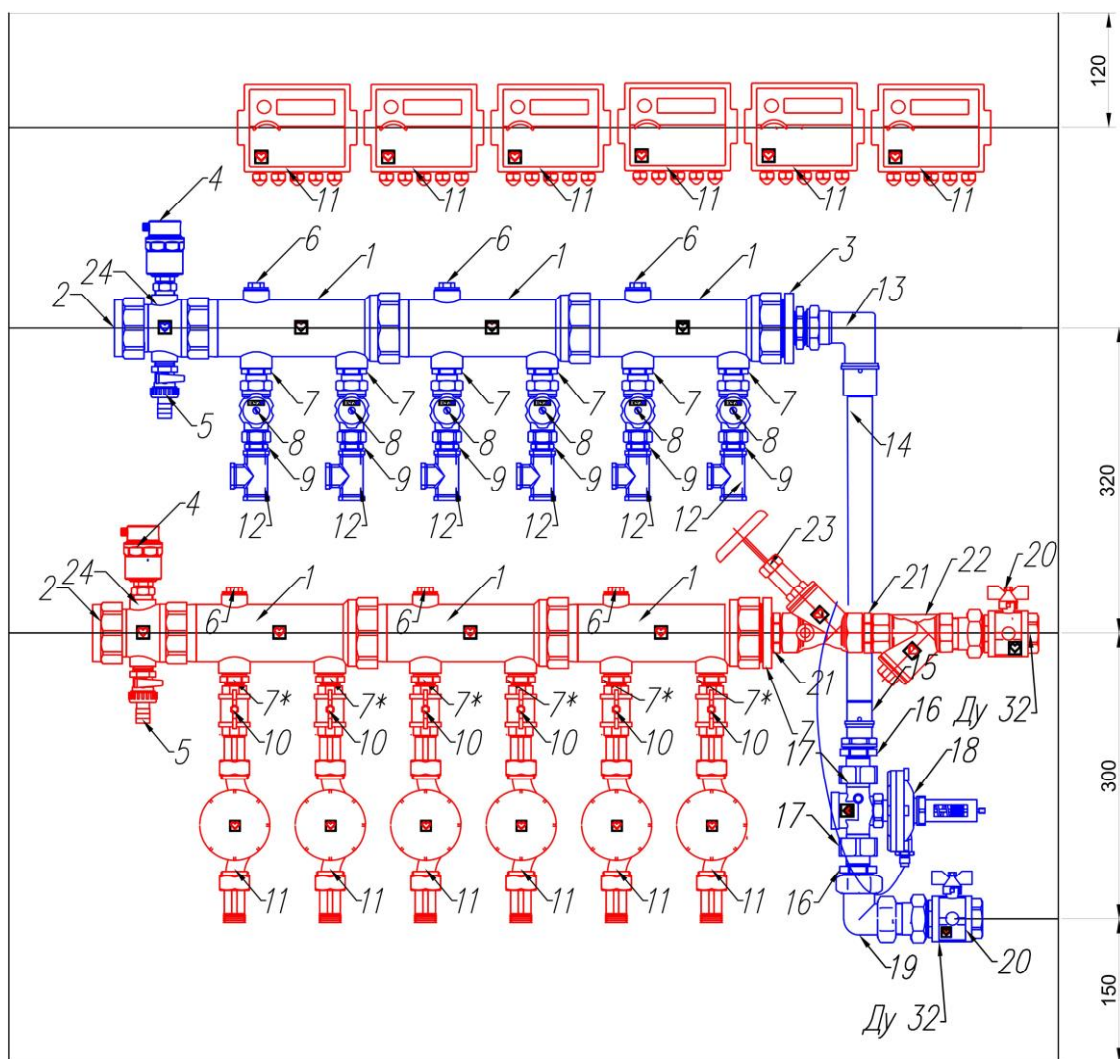

Рис. 4.12. Поэтажный коллекторный модуль HERZ на 6 квартир
Позтажные коллекторные модули (рис. 4.12) размещаются в межквартирных коридорах или на территории встроенных помещений и выполняют следующие функции:
- соединение квартирной системы со стояком, отключение ее от системы отопления здания, очистку теплоносителя, дренаж. Для этого узел оснащается входными и выходными шаровыми кранами 20 (рис. 4.12, 4.13). На подающем трубопроводе после входного крана устанавливается сетчатый фильтр 23. Для выпуска воздуха из ПКМ на его подающем и обратном трубопроводах в самых верхних точках предусматриваются воздуховыпускные устройства 4;